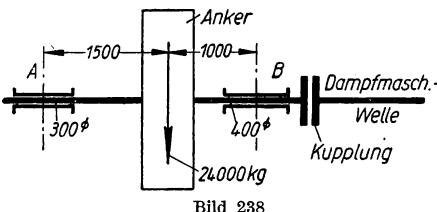

Bild 238
- 364.** Die Welle eines elektrischen Generators (Bild 238) ist durch die 24000 kg schwere Ankertrommel belastet und wird durch eine 900 pferdige Dampfmaschine mit $n = 105$ U/min angetrieben. Die Zapfenreibungszahl ist 0,03. Zu berechnen ist a) der Reibungswiderstand in den Lagen der Wellenzapfen A und T infolge des Ankergewichts; b) der Leistungsverlust infolge Reibung in beiden Lagern in PS und c) in Prozent der Antriebsleistung.